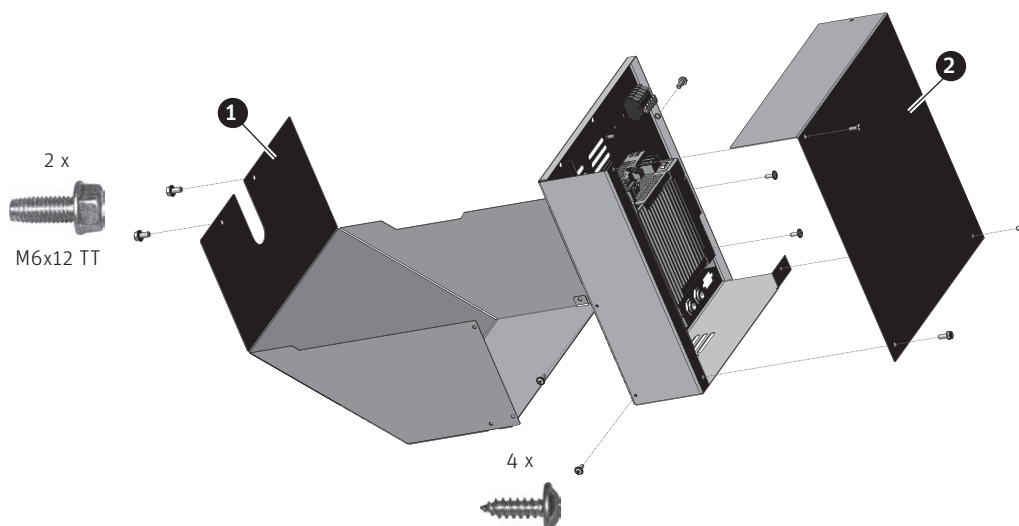

Fig. 152 Montare la copertura dei cavi e la copertura del quadro di comando 4
- ▶ Montare la copertura dei cavi e la copertura del quadro di comando 4 – Fig. 152.